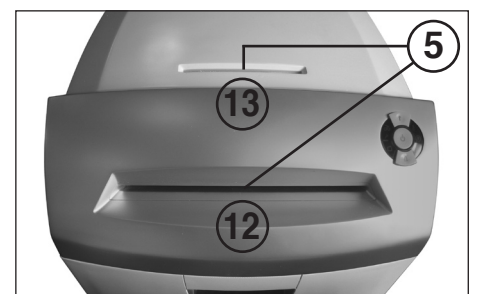

Fig. 3
- 5 = Fotocell (Framåtkörning) (Fig. 3)**
- 12 = Inmatningsöppning papper (Fig. 3)**
- 13 = Säkerhets-inmatningsöppning (Fig. 3)**
Skjut in papper till skärverket genom inmatningsöppningen (12) (Fig. 3).
Datamedia (CD, DVD eller kreditkort) ska skjutas fram till skärverket ett och ett genom den separat placerade säkerhets-inmatningsöppningen (13) (Fig. 3).